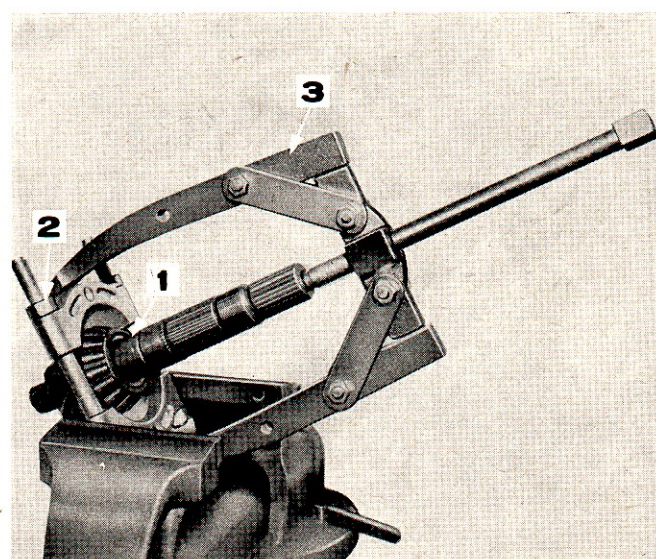
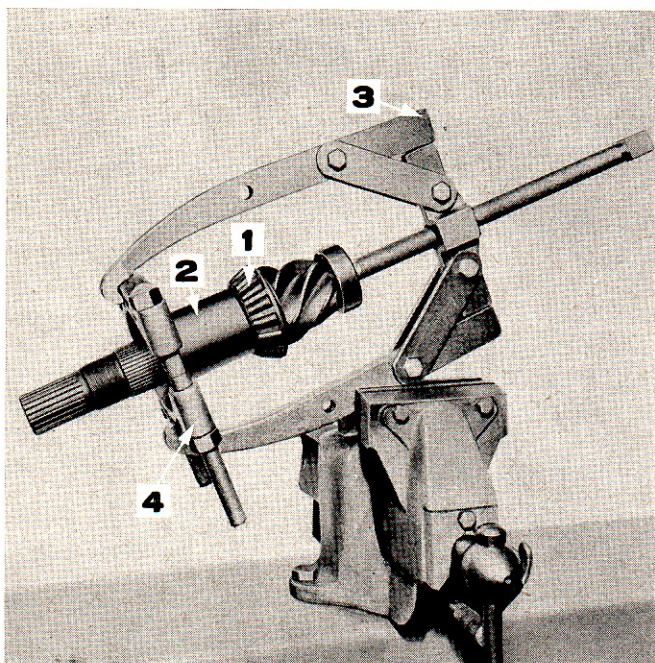

Figure 28: Dépose du roulement arrière de pignon d'attaque
Figure 29: Remplacement du roulement arrière de pignon d'attaque
3. Pour remplacer le roulement arrière du pignon, on peut extraire la pièce au moyen des outils nos 1003 et 951 (Figure 28). Pour poser le roulement neuf, on utilisera les mêmes outils, ainsi qu'un manchon permettant à l'outil d'appuyer sur la cuvette intérieure de roulement, de la manière représentée Figure 29.